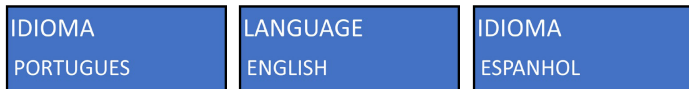

Figura 22
1. Para cambiar el idioma del Generador de Cloro **EASYCLOR PRO**, utilice el botón “arriba” para alternar entre las pantallas del menú principal, hasta encontrar la función “IDIOMA” (figura 22). Luego, solo pulse el botón “OK”, para cambiar entre los idiomas portugués (BR), inglés y español, utilice el botón “arriba”, después de seleccionar el idioma, solo pulse el botón “OK” para confirmar la configuración.